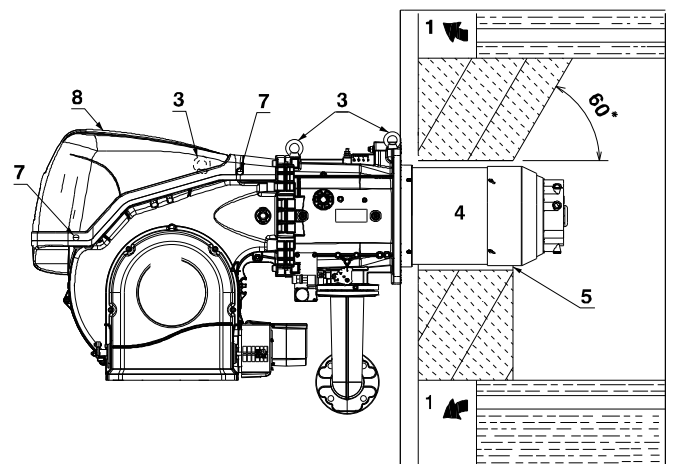

Abb. 15
Die Länge des Brennerrohrs wird entsprechend der Angaben des Kesselherstellers gewählt und muss in jedem Fall größer als die Stärke der Kesseltür einschließlich feuerfestes Material sein. Für Heizkessel mit vorderem Abgasumlauf 1)(Abb. 15) oder mit Flammenumkehrkammer muss eine Schutzschicht aus feuerfestem Material 5), zwischen feuerfestem Material des Kessels 2) und Flammrohr 4) ausgeführt werden. Der Feuerfeststoff kann eine konische Form haben (mindestens 60°). Diese Schutzschicht muss so angelegt sein, dass das Brennerrohr ausbaubar ist.
Ein entsprechendes Hebesystem vorbereiten, dazu zuerst die Arretierschrauben 7) der Verkleidung 8) lösen und dann das System an den Ringen 3)(Abb. 15) einhaken.
- Den beige packten Hitzeschutz am Brennerrohr 4)(Abb. 15) einpassen.